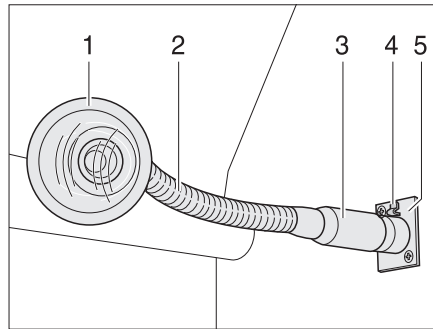

Bild 107 Steckdose mit eingesteckter Leuchte
- Steckleuchte am Fuß (Bild 107,3) fassen.
- Entriegelungsknopf (Bild 107,4) drücken.
- Steckleuchte (Bild 107,1) aus der Steckdose (Bild 107,5) ziehen.
- Steckleuchte am "Schwanenhals" (Bild 107,2) (sofern vorhanden) oder am Gehäuse fassen und schwenken.